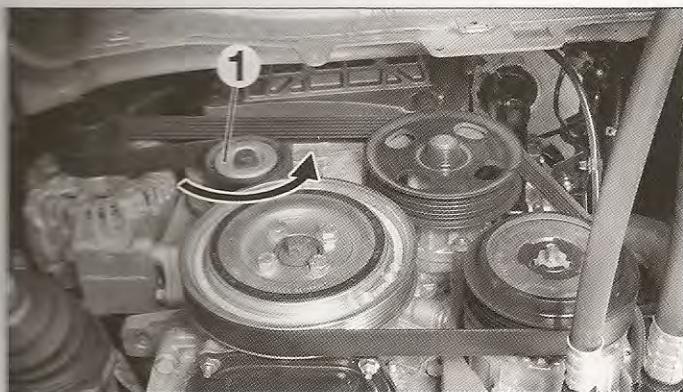

FIG. 9
- Tensar el dispositivo de tensión de correa (1) de accesorios en el sentido antihorario (fig. 9).